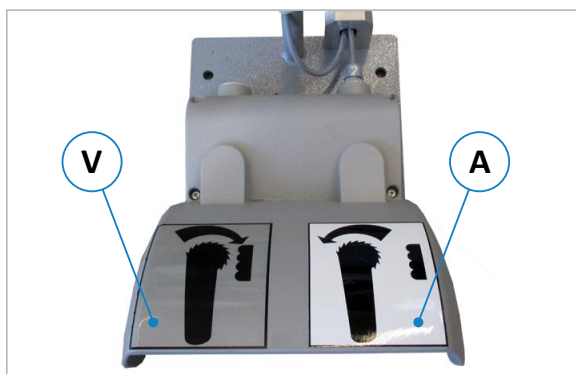

Figure 41 : fonctions de la pédale de commande
- Placez la pédale de commande (F) de manière bien accessible dans la position « **Poste de travail** » (voir Figure 41) sur le côté entrée de la machine.
Les deux pédales représentées sur la ⇒ Figure 41 ont la fonction suivante :